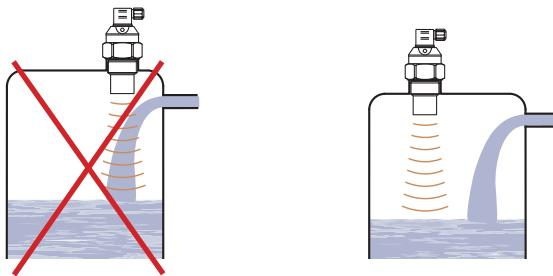

Рис. 7: Инсталляция измерителя уровня вне зоны досягаемости заполняющего потока
- Не устанавливать измеритель уровня в месте или над местом **заполнения**. (рис. 7). Возможно измерение заливающегося материала, а не уровня материала в резервуаре.